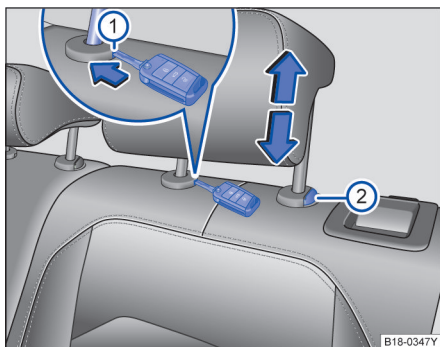

图 40 拆卸和安装后排头枕
- 将打开的汽车钥匙头插入护套的槽内→图 40 ①。
- 同时按压按钮→图 40②，另一人将头枕完全拔出。
- 按住按钮→图 40②向下移动头枕。